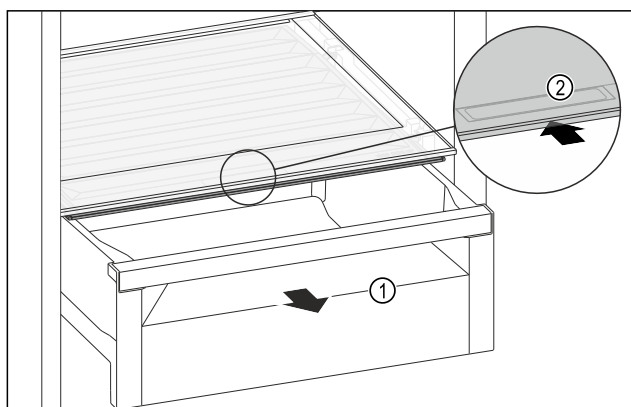

Fig. 111
- ▶ Wyciągnąć szufladę Fig. 111 (1).
- ▶ Chwycić uchwyt wpuszczany Fig. 111 (2) na pokrywie komory i przesunąć pokrywę jednocześnie do tyłu.